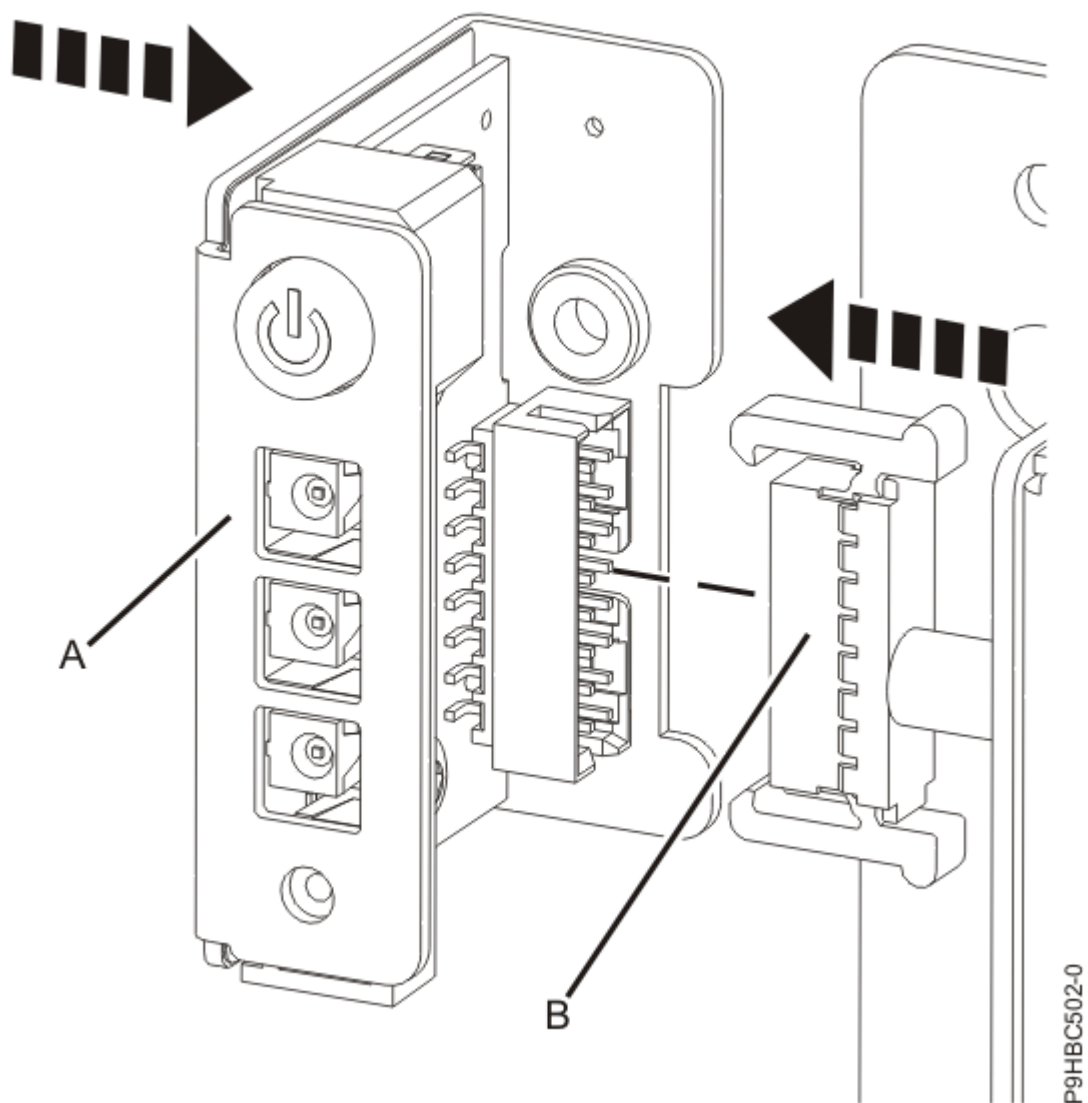

図 21. ラック・マウント型システムのコントロール・パネルおよびケーブルの接続
2. コントロール・パネル (A) をコントロール・パネル・ケーブル (B) に接続します (23 ページの図 21 または 24 ページの図 22 を参照)。